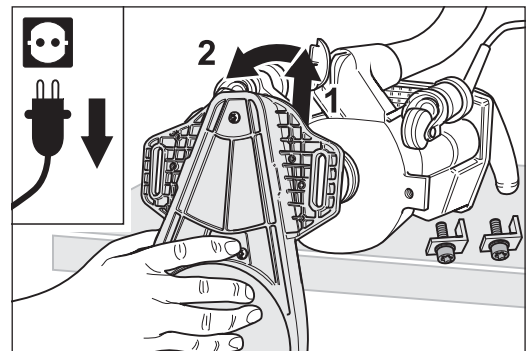

Fig. 32 Quitar el Brazo adicional.
- 5 Saque el Brazo adicional de la máquina y póngalo mirando hacia arriba con el disco de lijado (Fig. 32).